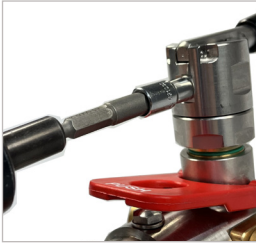

Abbildung 13
- ▶ Schrauben Sie den Schalldämpfer mit dem Sechskanteinsatz aus dem Gehäuse heraus (*Abbildung 13 und Abbildung 14*).